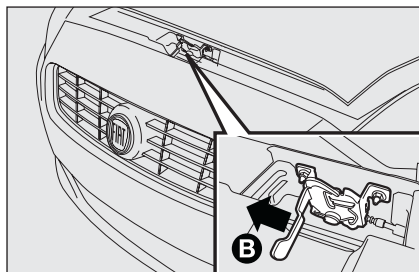

fig. 117
- ☐ introduzca la mano en el capó y el parachoques y empuje hacia la izquierda la palanquita **B-fig. 117** como se indica.